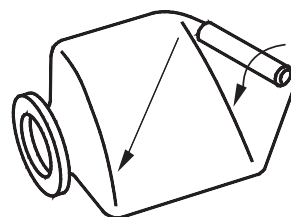

Figura 20 – Enrolle Diagonalmente Hacia el Cuello
- b. Para enrollarlo en la forma más apretada, comience en un lado en la parte superior y enrolle APRETADAMENTE el depósito flexible en forma diagonal hasta el otro lado (véase la Figura 20). Para forzar y expulsar la mayor cantidad de aire posible, enrolle hacia la abertura del cuello del depósito flexible.